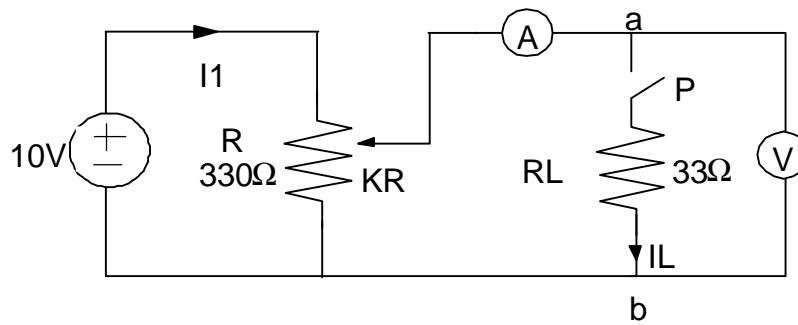

Figura 1.3
5. En el circuito de la figura 1.3, determinar, cuando el interruptor P está abierto, los valores de atenuación (V/V_{AB}) para K = 0,1; 0,5; 0,8 y 1,0. Seguidamente repita el procedimiento anteriormente descrito para el caso en el cual el interruptor P está cerrado. Trace en papel milimetrado la curva teórica de regulación en función de K (Reg =f(K)). Determinar además el valor de la corriente I_L en la carga para estos diferentes valores de K. Trace en papel milimetrado la curva de intensidad en función de K (I_L = f(K)).
Armar el circuito de la figura 1.3 y para diferentes valores de K (0,1; 0,5; 0,8 y 1,0), medir la tensión V_{AB} y la corriente I_L , con el interruptor P abierto y con el interruptor P cerrado. Tabular estos datos. Trazar las curvas experimentales $I_L = f(K)$ y $Reg = f(K)$ y explicar con comentarios la diferencia que exista entre ellas analizando el efecto producido por la carga R_L .